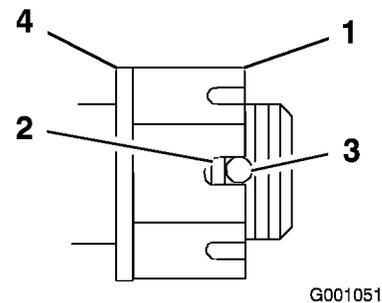

Figure 55
- Serrez l'écrou crénelé à 170 Nm (Figure 55).
- Mesurez l'espace entre la base de la fente de l'écrou et le bord intérieur du trou. On ne doit pas voir plus de deux filets (Figure 55).
- Serrez l'écrou jusqu'à ce que la série de fentes suivante soit en face du trou de l'axe (Figure 55).